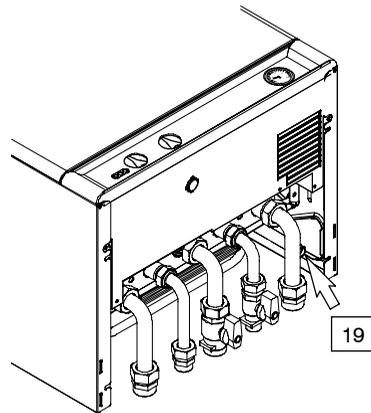

fig. 5.4
- 8 Collegare lo scarico della valvola di sicurezza 19 in fig. 5.4 ad un imbuto di scarico.